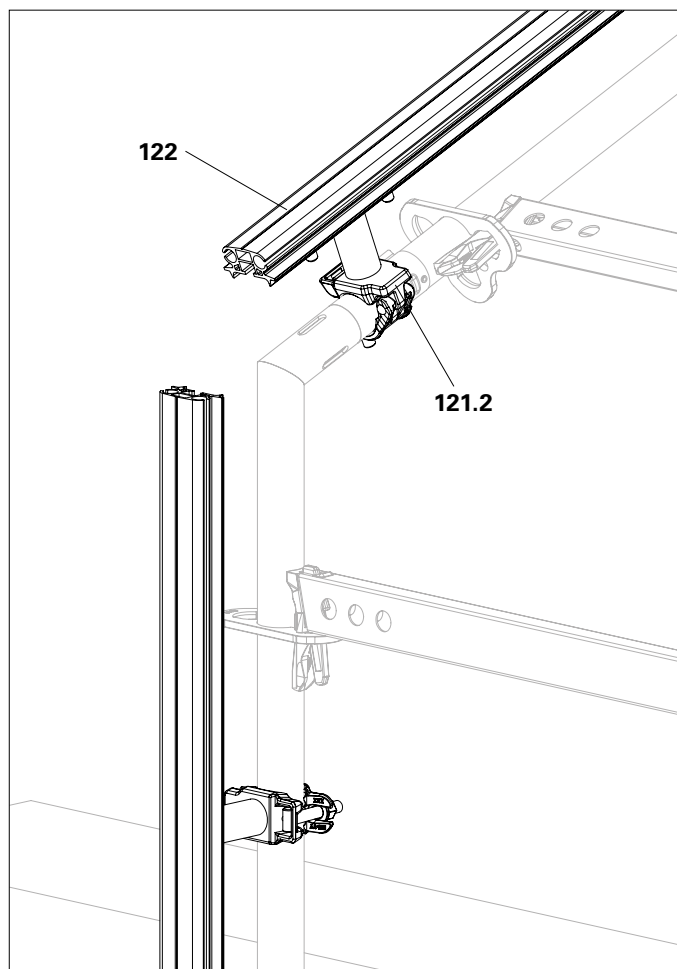

Abb. A14.02
3. Vormontierte Kederschiene mit der Kupplungsseite (**121.2**) des Kederanschlusses auf jeweiligen Stiel montieren. (Abb. A14.02)